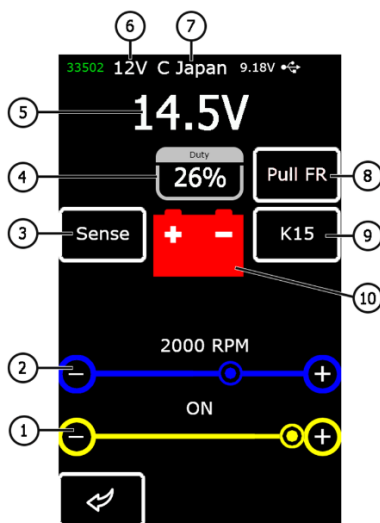

Рисунок 10. Информация на экране диагностики генератора/регулятора
При переходе в режим диагностики регуляторов на экране может отображаться следующая информация (см. рис.10):
- 5) Оценивается способность регулятора подстраиваться под заданное напряжение стабилизации, которое задаётся ползунком поз. 1 рис.10.